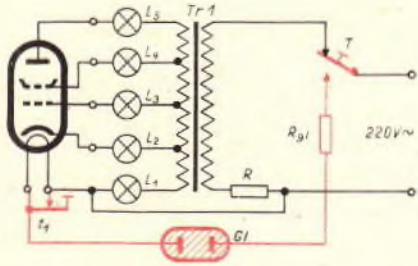

Abb. 1. Schaltung für die Vorprüfung
1. Die Kurzschlußprüfung soll rasch und klar den Fehlerort eines durch grobe mechanische Veränderungen innerhalb oder außerhalb des Röhrenkolbens hervorgerufenen Kurzschlusses erkennen lassen. Die Röhre wird dabei nicht geheizt. Bemerkenswert ist hier ein Vorschlag von O. Limann, der jeder Elektrode eine kleine Lampe von etwa 6 V und 40 mA zuordnet (Abb. 1).
2. Zur Prüfung des Heizfadens wird durch Drücken der Taste T in Abb. 1 die Netzspannung über einen Vorwiderstand R_{gl} und eine kleine Glühlampe G1 an den Faden gelegt, wobei die Überbrückung des Fadens durch den Kontakt t_1 aufgehoben wird. Die Glühlampe leuchtet nur bei unversehrtem Faden auf.